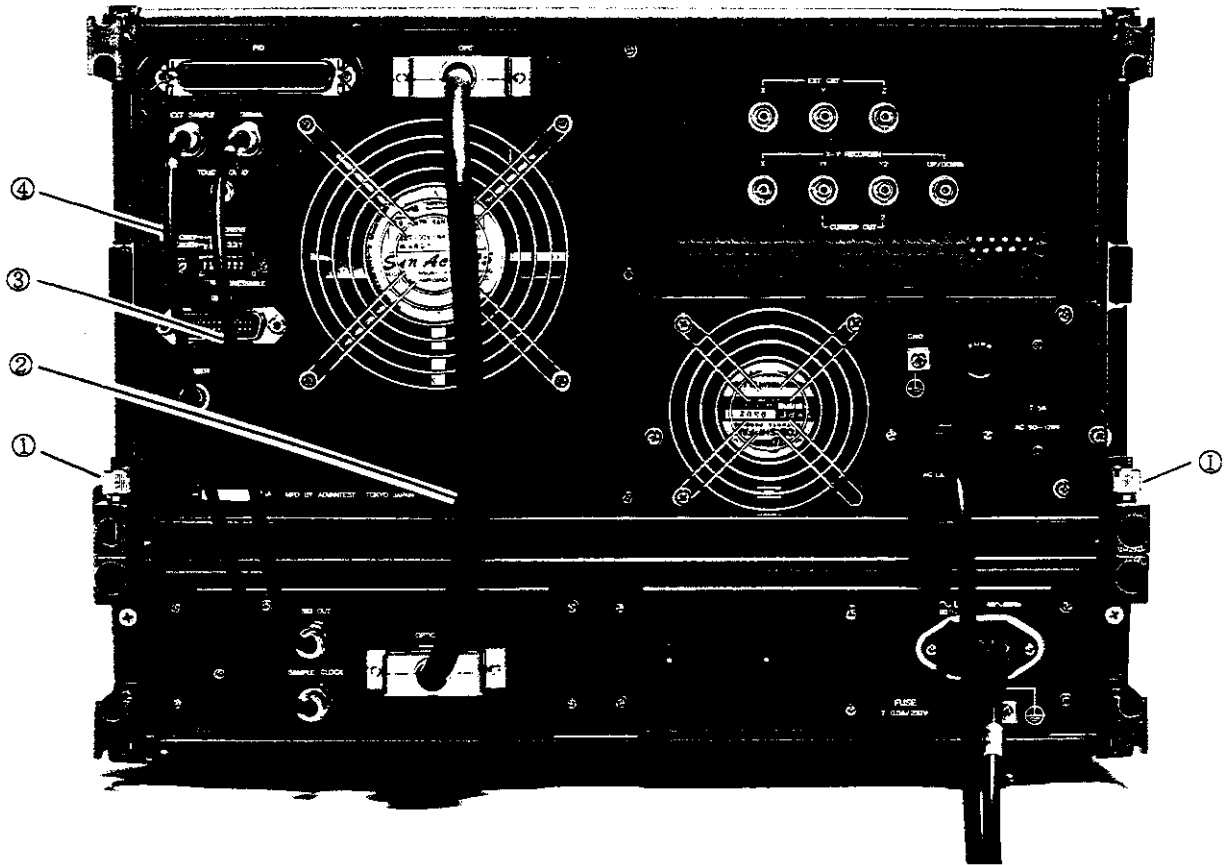

図 1-2 背面接続図 (TQ8345)
- (1) 解析部 (Display セクション/ ディスプレイのある本体) を測定部 (Optical セクション) の真上に乗せます。
- (2) 解析部を手前 (正面パネル側) にずらし、上下のジョイントを結合させてください。解析部を後方に押し戻し、解析部が測定部の真上に止まることを確認します。
- (3) 背面の本体上下の結合部には、結合用のネジ (図1-2 ①参照) が両方に1本ずつついています。硬貨などを使ってネジを締めて下さい。
- (4) 付属の結合用ケーブル3本を接続して下さい。(図1-2 ②, ③, ④参照)
- ② PIO ケーブル FFT 部 (OPC) ————— OPT 部 (OPTICAL I/O)
- ③ BNC ケーブル FFT 部 (SIGNAL) ——— OPT 部 (SIG OUT)
- ④ BNC ケーブル FFT 部 (EXT SAMPLE) — OPT 部 (SAMPLE CLOCK)